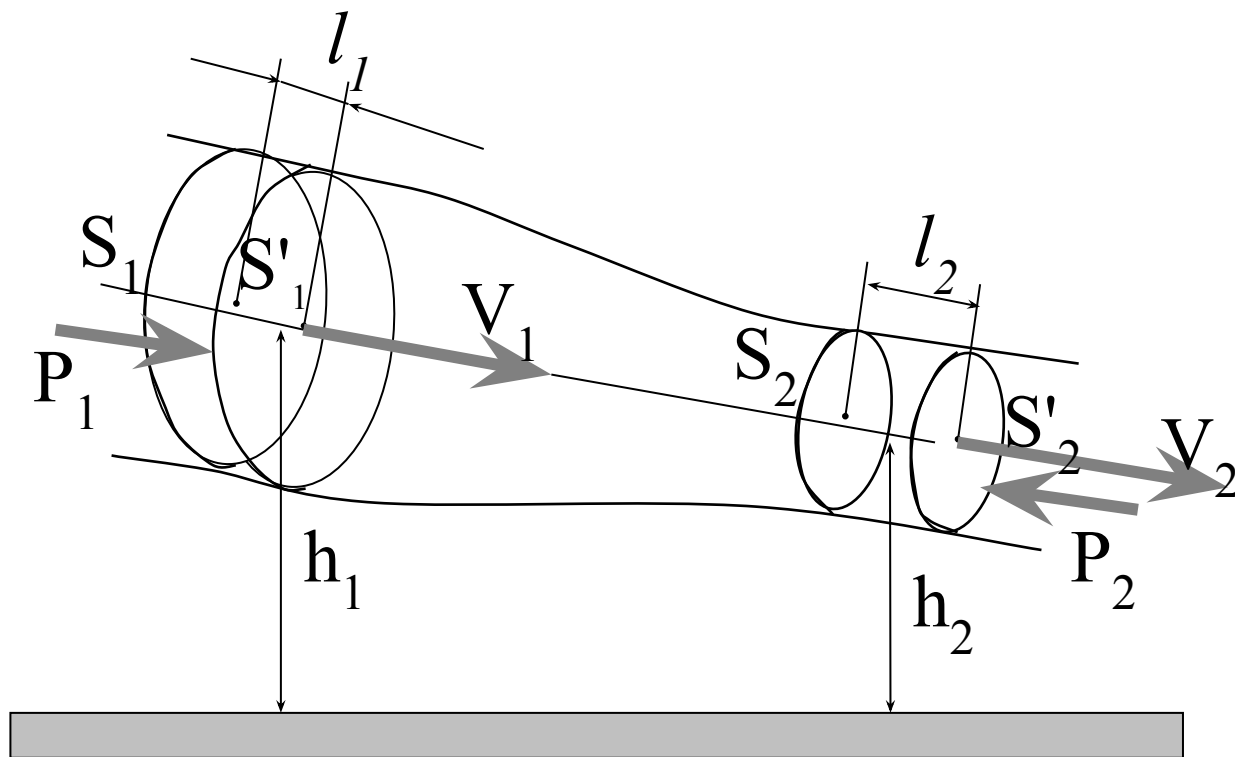

Рис. 47
- Выделим в стационарно текущей идеальной жидкости (*в которой отсутствуют силы внутреннего трения*) трубку тока (рис. 47).
- Отметим, что l_1 и l_2 настолько малы, что всем точкам объемов, закрашенных на рис. 47, приписывают постоянные значения скорости v , давления p и высоты h . Следовательно,